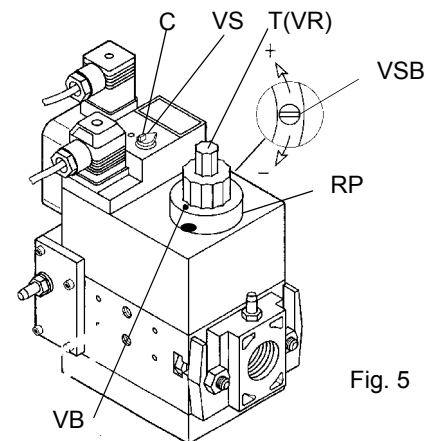

Fig. 5
**ATTENZIONE:** Per impostare la pressione in uscita del regolatore VD-R, agire sull'apposita ghiera di regolazione (Fig. 5)